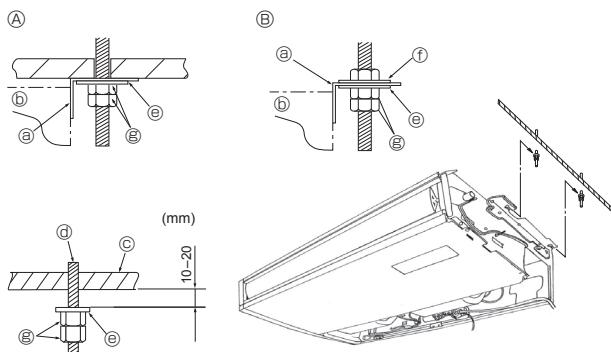

Fig. 3-5
⑩ 按住鉹鏈，拉出進氣口格柵。
⑪ 用力打開進氣口格柵或以超過 120° 的角度將格柵打開可能會損壞鉹鏈。
3.3. 安裝室內機組 (Fig. 3-5)